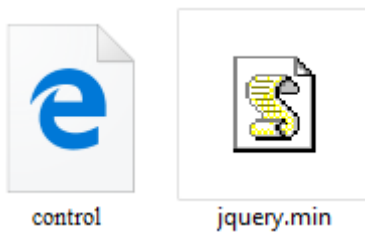

Fig. 10. File .html e .min.
- importare nella medesima cartella il file java `jquery.min` (fig. 10), copiandolo da <http://ajax.googleapis.com/ajax/libs/jquery/2.1.3/jquery.min.js>